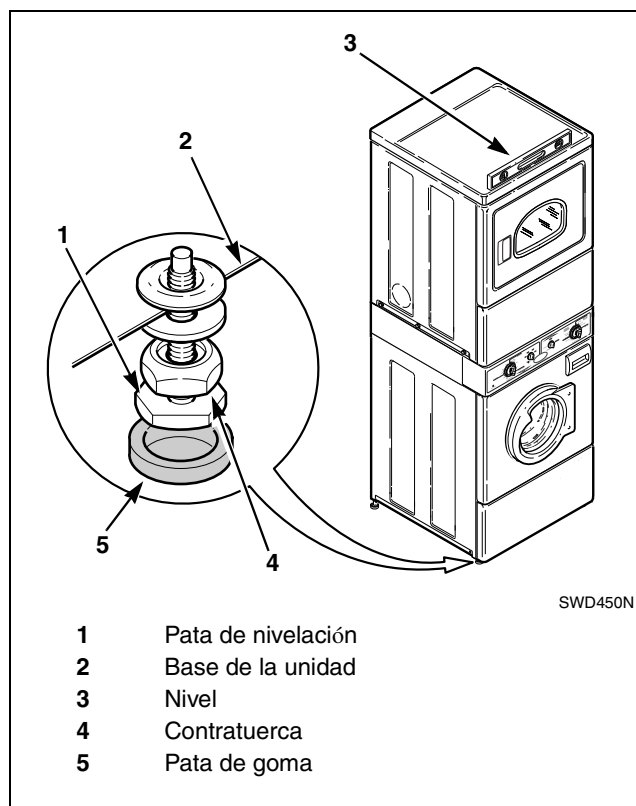

Figura 15
**NOTA:** El nivel deberá colocarse sobre la posición elevada del panel superior. Consulte la *Figura 15*.